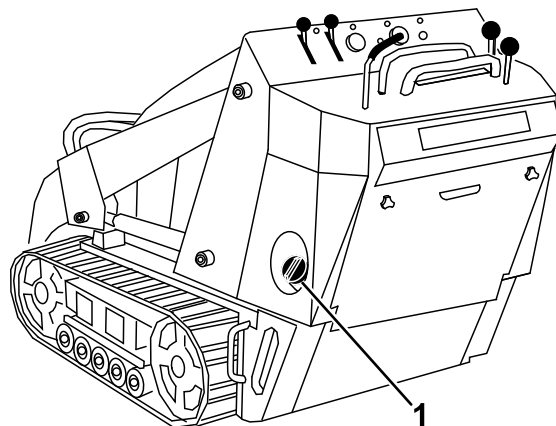

Рисунок 14
3. Очистите область вокруг крышки топливного бака и снимите крышку (Рисунок 14).